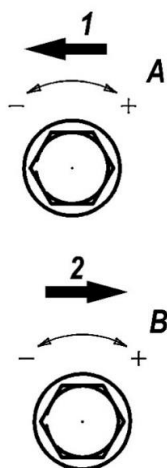

Рисунок 3
5.3.2 Регулировка осуществляется с помощью винтов, расположенных на корпусе электропривода (рисунок 3). Стрелки 1 и 2 указывают направление вращения, контролируемое каждым настроечным винтом. Стрелки А и В обозначают направление вращения винта для увеличения (+) или уменьшения (-) числа оборотов выходного вала контролируемое концевым выключателем.